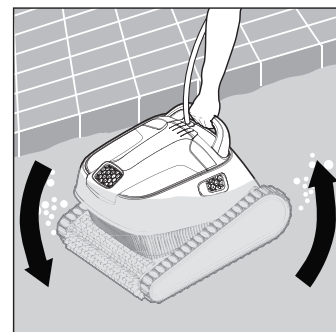

Figure 6
3. Inclinez doucement le nettoyeur de gauche à droite ou retournez-le pour libérer l'air emprisonné. Voir **Figure 6**.